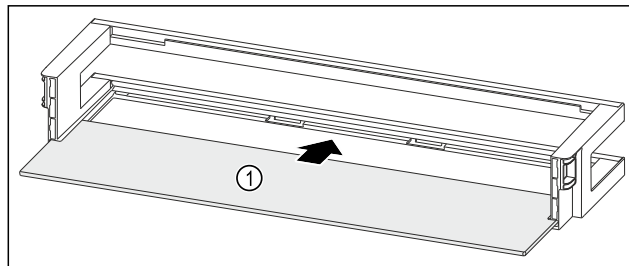

Fig. 212 Polica u vratima s policom za odlaganje
- Umetnite policu Fig. 212 (1) u bočna udubljenja.